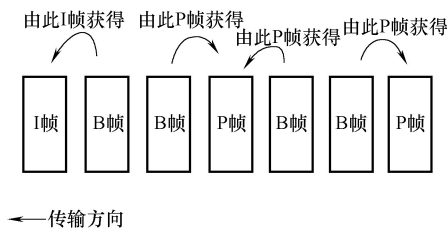

图 15-23 B 帧获取示意图
3) B 帧图像。B 是英文 Bidirectionally Predicted Interpolative Coded Frame 的缩写，意为双向预测内插编码帧。B 帧是根据它前面的 I 帧或是 P 帧和它后面的 P 帧来获得预测误差，如图 15-23 所示。